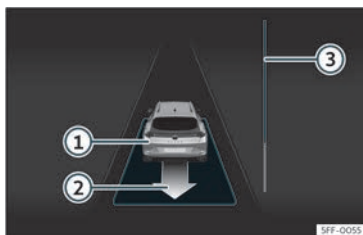

Fig. 179 No ecrã do painel de instrumentos: sair do estacionamento de um lugar em linha.
- Retroceda até soar o sinal contínuo do ParkPilot; **OU**: faça marcha-atrás até aparecer a indicação de fazer marcha à frente no ecrã do painel de instrumentos. A barra de progresso»» **Fig. 179 ③** indica a distância a percorrer»»» Página 295.